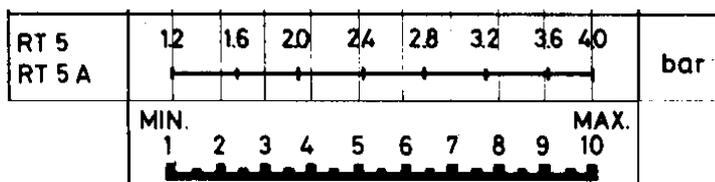

Fig. 4
- a) Girar el mando (1) hasta que el índice de la escala alcance el valor de presión deseado para la puesta en marcha del quemador;
- b) Quitar la tapa del quemador y fijar el valor deseado para el diferenciador (paro quemador) según el diagrama de la Fig. 4.